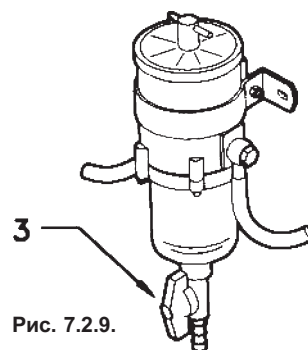

Рис. 7.2.9.
Ослабьте барашковую гайку (3), расположенную с нижней стороны стеклянной емкости (см. рис. 7.2.9) и подождите, пока вся жидкость стечет. После этого снова плотно закрутите гайку и проверьте, нет ли утечки.